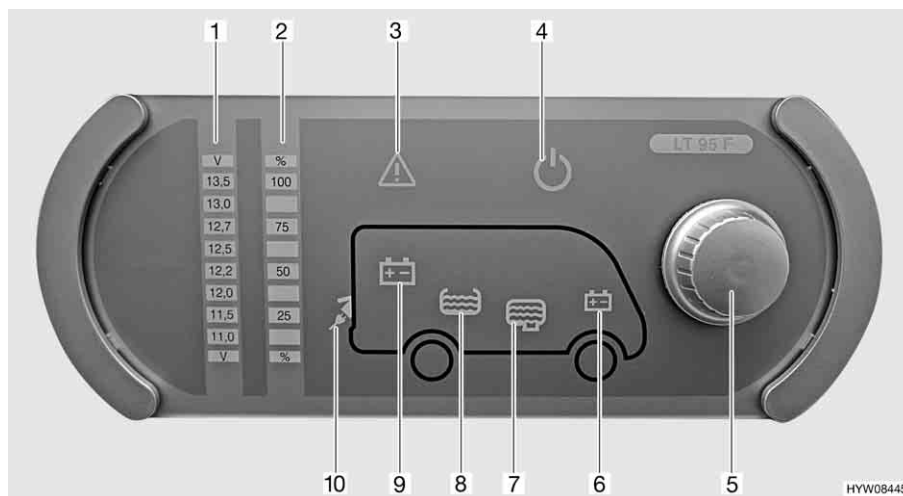

Fig. 61 Pannello di controllo (LT 95)
Il pulsante a rotazione (Fig. 61,5) inserisce o disinserisce il pannello di controllo e l'alimentazione a 12 V dell'abitacolo.
Accensione: ■ Premere il pulsante a rotazione (Fig. 61,5): L'alimentazione a 12 V dell'abitacolo è inserita. La spia di controllo a 12 V (Fig. 61,4) diventa verde.
Spegnimento: ■ Premere il pulsante a rotazione (Fig. 61,5): L'alimentazione a 12 V dell'abitacolo è disinserita. La spia di controllo a 12 V (Fig. 61,4) si spegne.
Mediante il pulsante a rotazione (Fig. 61,5) si possono interrogare sia la tensione della batteria dell'abitacolo che la tensione della batteria di avviamento. La tensione viene visualizzata sulla scala indicatore per la tensione della batteria (Fig. 61,1).
- Ruotare il pulsante a rotazione (Fig. 61,5), finché si accende il simbolo della batteria della quale deve essere interrogata la tensione.
Viene indicata la tensione della batteria dell'abitacolo (Fig. 61,9)
Viene indicata la tensione della batteria di avviamento (Fig. 61,6)
- Leggere la tensione sulla scala indicatore della tensione della batteria (Fig. 61,1).
Mediante il pulsante a rotazione (Fig. 61,5) si possono interrogare sia il livello del serbatoio dell'acqua che il livello del serbatoio delle acque grigie. Il livello viene visualizzato sulla scala indicatore livello dei serbatoi (Fig. 61,2).
- Ruotare il pulsante a rotazione (Fig. 61,5), finché si accende il simbolo del serbatoio del quale deve essere interrogato il livello.
Viene indicato il livello del serbatoio dell'acqua (Fig. 61,8)
Viene indicato il livello del serbatoio delle acque grigie (Fig. 61,7)
- Leggere il livello sulla scala indicatore del livello serbatoio (Fig. 61,2).
La spia luminosa Alarm (Fig. 61,3) lampeggia non appena i valori limite fissati vengono superati per eccesso o per difetto.
La spia luminosa Alarm (Fig. 61,3) lampeggia non appena la tensione della batteria scende al di sotto di 11 V. Se l'alimentazione a 12 V è accesa, si accende anche il relativo simbolo della batteria (Fig. 61,6 o 9), e l'indicatore "11,0" sulla scala indicatore della tensione della batteria (Fig. 61,1) lampeggia. Rischio di uno scaricamento totale della batteria.
La spia luminosa Alarm (Fig. 61,3) lampeggia ed il relativo simbolo del serbatoio (Fig. 61,7 o 8) si accende non appena il serbatoio dell'acqua è vuoto o il serbatoio delle acque grigie è pieno.
La spia di controllo a 230 V (Fig. 61,10) si accende quando all'ingresso della centralina elettrica è presente una tensione di rete.